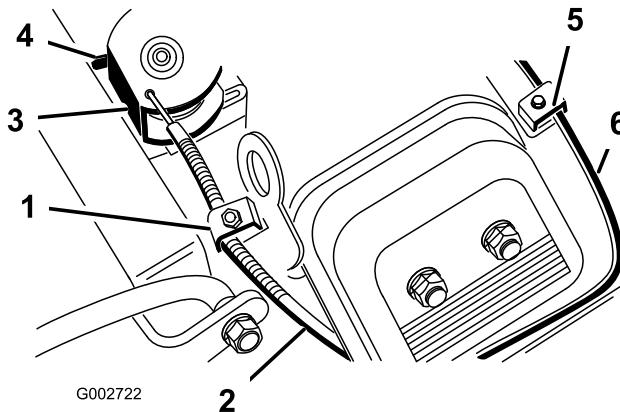

Figure 38
2. Desserrez la vis de collier qui fixe le câble d'accélérateur sur le moteur (Figure 38).
2. Desserrez la vis de collier qui fixe le câble de starter sur le moteur (Figure 38).
4. Tirez fermement sur le câble de starter (Figure 38), jusqu'à ce que le papillon soit complètement fermé, puis serrez la vis du collier de câble.